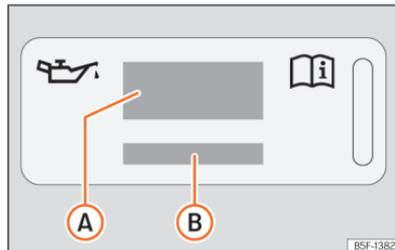

Abb. 226 Im Motorraum: Aufkleber mit Motoröl-Spezifikationen
Legende zur >>> [Abb. 226]:
Wenn Motoröl nachgefüllt werden muss, verwenden Sie eines der auf dem Aufkleber angegebenen Motoröle >>> [Abb. 226]. Der Aufkleber mit der vorgeschriebenen Motoröl-Norm befindet sich im vorderen Bereich des Motorraums
• Wenn der Aufkleber mit den Motoröl-Spezifikationen »» (Abb. 226) fehlt, wenden Sie sich an einen Fachbetrieb.